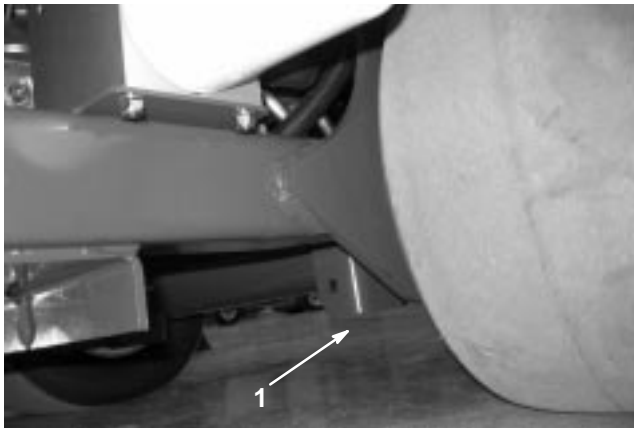

Bild 41
2. Stellen Sie den Ständer sicher unter die Chassisplatte, sodass er sich gerade innen im Hinterrad befindet (Bild 41).